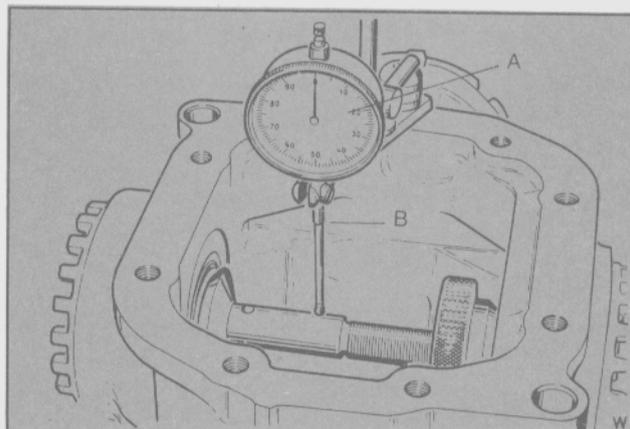

Fig. 38 - Ubicación de la herramienta especial T61A-4201-BAS (A) para el centrado de la barra de la herramienta especial 15-019 (B)
- Colocar el palpador corto del reloj comparador en el centro del eje de calibración de la herramienta especial 15-019 (Fig. 38).